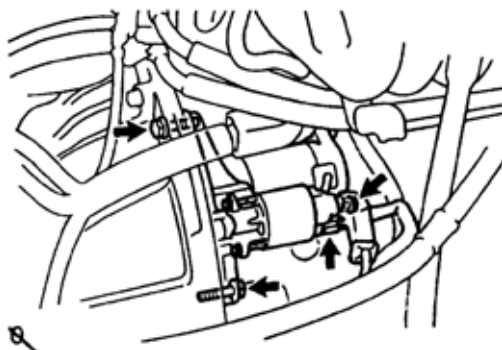

图 9-13
1)拆下起动机总成。如图 9-13 所示，断开起动机连接器，拆下螺母，断开起动机电缆，拆下 2 个螺栓和起动机总成。